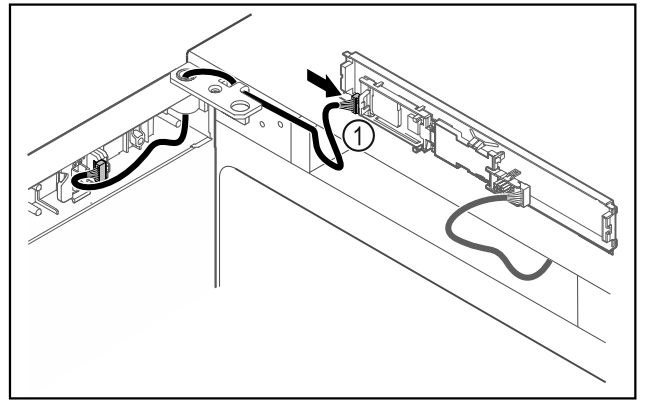

Fig. 47
- Aseta pistoke Fig. 47 (1) levyyn.